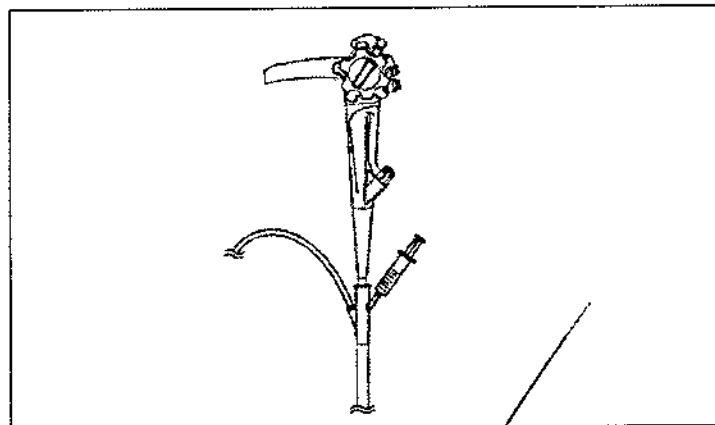

Figura 3.19
8. Con la jeringa de 30 cm³ (30 ml), vuelva a inyectar 20 cm³ (20 ml) de agua estéril por la entrada de agua del tubo de protección de un solo uso (véase la figura 3.19).